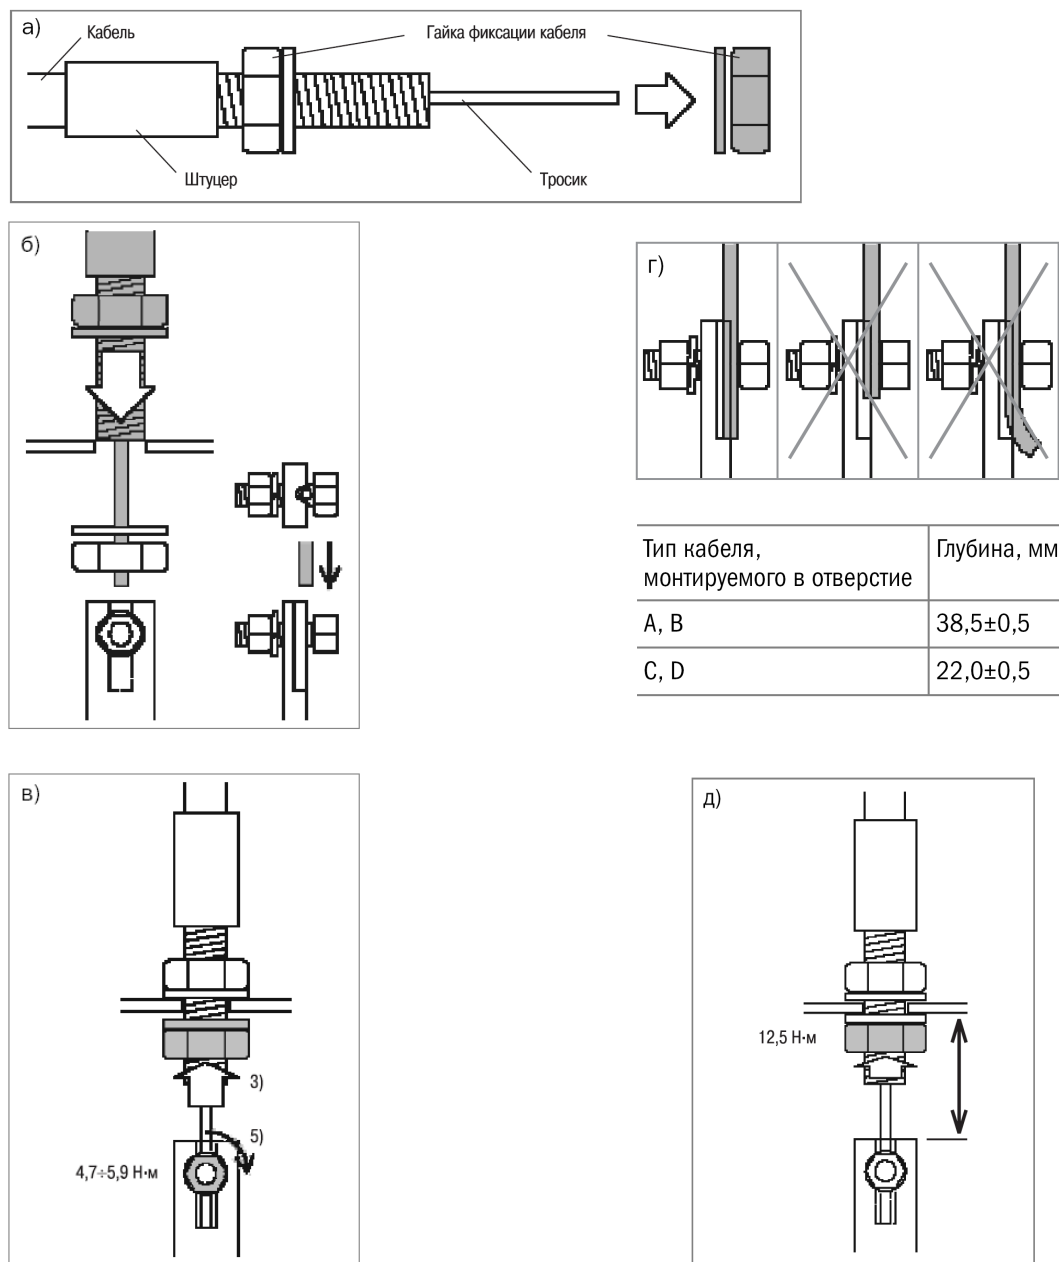

Рисунок 71. Последовательность монтажа
- 1) Ослабьте гайку крепления кабеля и гайку фиксации проводов (см. рисунок 71 а).
- 2) Просуньте кабель в монтажное отверстие и вставьте тросик в отверстие для фиксации болтом (см. рисунок 71 б).
- 3) Навинтите слегка гайку крепления кабеля (см. Рисунок 71 в).
- 4) Протолкните тросик до упора (см. рисунок 71 г).
- 5) Удерживая тросик, затяните гайку, фиксирующую тросик, с усилием от 4.7 до 5.9 Нм (см. рисунок 71 в).
- 7) Убедитесь, что расстояние между суппортом и рычагом соответствует указанному и затем затяните фиксирующую провода крепежную гайку с усилием 12.5 Нм (см. рисунок 71 д). Если расстояние больше указанного, смотри пункт 8.